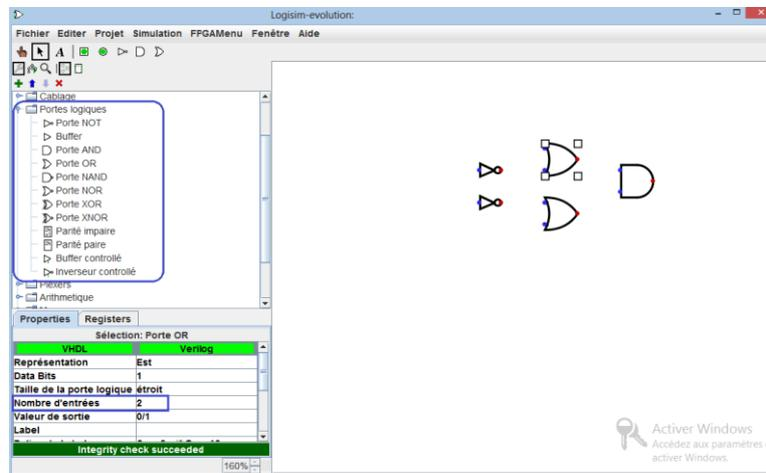

Fig. 2. 4. Ajout des portes logiques
1. La première des choses à faire c'est **d'ajouter** les portes logiques puis modifier le nombre d'entrées (Fig. 2. 4).
2. **Ajouter** deux **broche d'entrée** () avec **label A** pour la première puis **B** pour la deuxième (Fig. 2. 5).